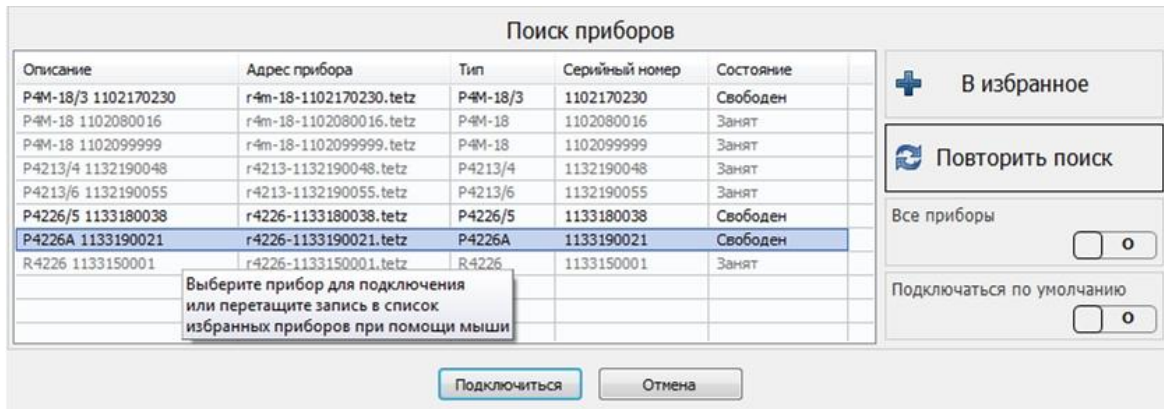

Рис. 31. Подключение к ВАЦ
3. Осуществить подключение к прибору, рис. 31;